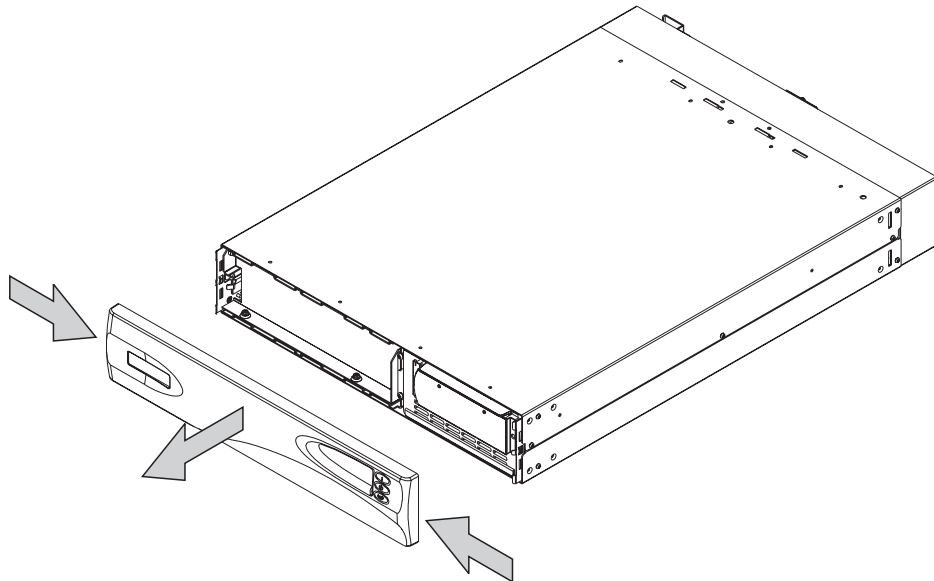

図 221. 2145 UPS のフロント・パネルの取り外し
2. フロント・パネルの両側面を内側に押し、次に両端を手前に引いて、フロント・パネルを取り外します (図 221 を参照)。